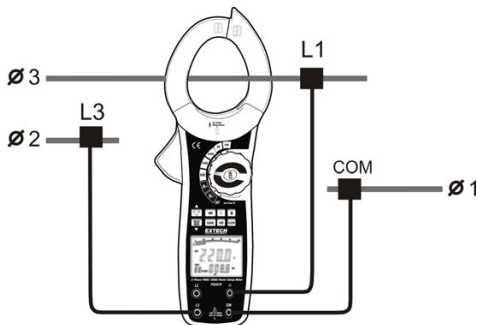

Figure 10
2. Connettere lo strumento come mostrato in Fig. 7 (3P4W) o Fig. 10 (3P3W).
2. Connettere lo strumento come mostrato in Fig. 7 (3P4W) o Fig. 10 (3P3W) per connessioni 3 trifase